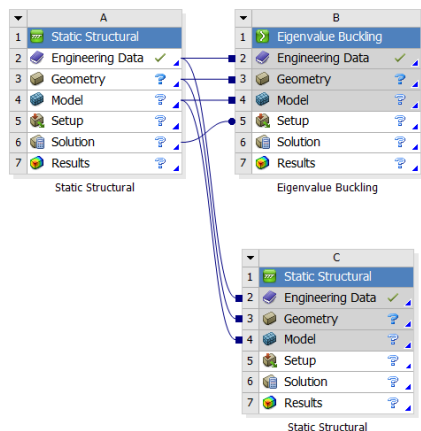

图 9-3 分析项目
4) 在工具箱中的 “Analysis System” → “Static Structural” 上按住鼠标并左键拖曳到项目管理区中，当项目 A 的 “Model” 项红色高亮显示时，放开鼠标创建项目 C，此时相关联项的数据可共享，如图 9-3 所示。